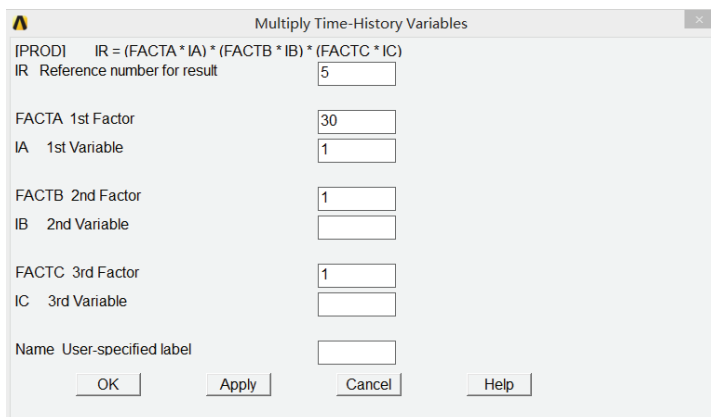

图 5-197 数乘时间-历程变量
17) 选择 Main Menu | TimeHist Postpro | Math Operations | Multiply 命令，出现 Multiply Time-History Variables 对话框，参照图 5-197 对其进行设置，单击 OK 按钮关闭该对话框。